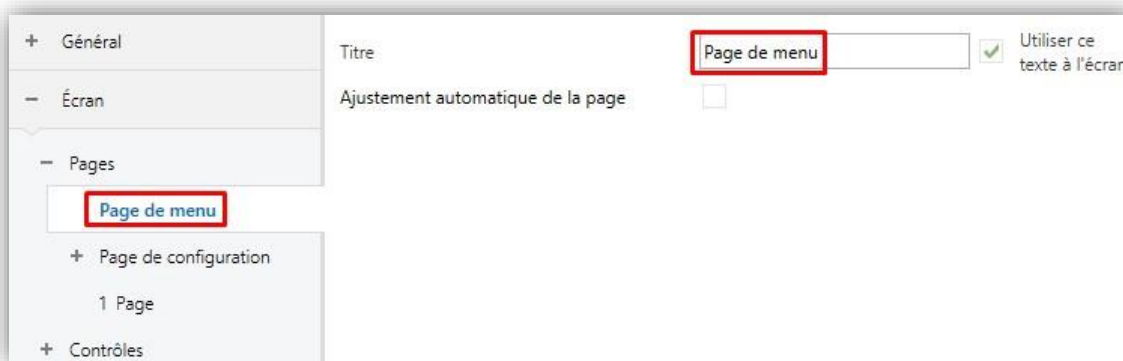

Figure 54. Menu
- **Titre** : champ de texte qui permet d'identifier la page de menu. De plus, ce champ permettra de changer le nom de l'onglet dans l'arborescence de gauche d'ETS, comme dans l'exemple de la Figure 54.